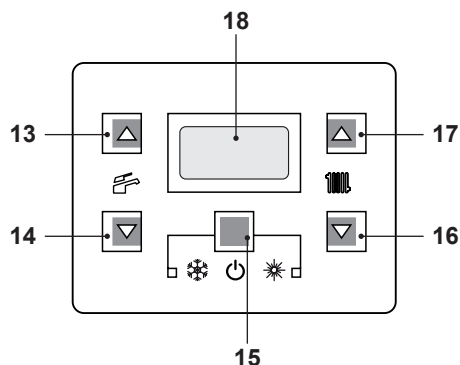
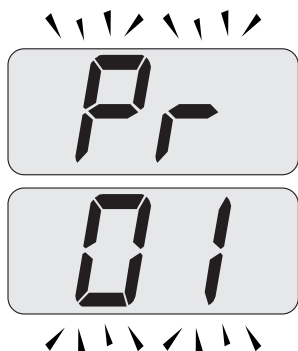

Figura 5.29
Figura 5.30
- Entre en la "modalidad de programación" pulsando simultáneamente durante 10 segundos los botones 15 - 16 - 17 (Figura 5.29) hasta que aparezcan en la pantalla LCD las letras **Pr** alternadas con el código **01**, que indican la entrada en el "parámetro 01" (Figura 5.30).
- Pulse simultáneamente los botones 15 y 17 (Figura 5.29) hasta que aparezca en la pantalla LCD el valor del parámetro 15 (Figura 5.32).
- Pulsando el botón 15 (Figura 5.29) se confirma el valor introducido.
- Pulsando simultáneamente los botones 15 y 16 (Figura 5.29) se sale sin modificar
- Pulsando simultáneamente durante 10 segundos los botones 15 - 16 - 17 (Figura 5.29) se sale de la "modalidad de programación".
De todas formas, si la temperatura ambiente no fuera agradable, se puede aumentar o reducir la temperatura de impulsión de la instalación de calefacción en  $\pm 15\text{ }^{\circ}\text{C}$  usando los botones 16 (reducción) y 17 (aumento) (Figura 5.29).